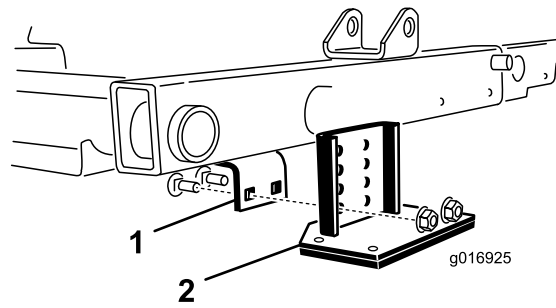

Bild 40
4. Senken Sie die Mähwerke ab und befestigen Sie die Kipphalterung mit den im Lieferumfang des Kits enthaltenen zwei Schlossschrauben und den zwei Muttern am Rahmen (Bild 40).
2. Finden Sie die Rahmenhalterung über dem mittleren Mähwerk (Bild 40).
3. Drücken Sie die Frontrolle des mittleren Mähwerks nach unten und ermitteln Sie, welche Löcher in der Kipphalterung mit den Löchern in der Rahmenhalterung ausgefluchtet sein müssen, um denselben Rollenkontakt zu erhalten, wenn die Kipphalterung montiert ist (Bild 40).